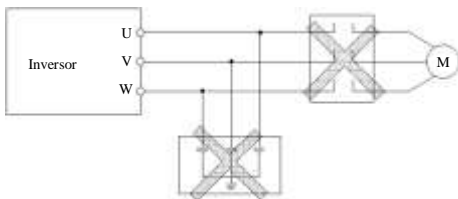

Fig.3-3 Chave eletromagnética e capacitores de filtragem banidos na saída.
-  (1) Assegure-se que a energia foi completamente desligada há pelos menos 10 minutos antes de conectar os cabos, caso contrário, há risco de choque elétrico.
- (2) Proibida à conexão da rede elétrica nos terminais de saída do inversor U, V, W.
- (3) Existe uma corrente de fuga proposital superior a 5mA nos inversores de média e alta potência por razões de segurança, o inversor e o motor devem ser aterrados cuidadosamente, normalmente utiliza-se cabos de cobre com secção igual ou superior a 4mm² e a Resistencia de aterramento deve ser menor que 10Ω.
- (4) Chaves eletromagnéticas, capacitores de filtragem ou outros filtros, não devem ser conectados a saída do Inversor, ver Fig.3-3.
- (6) Para proteção da entrada e facilitar a manutenção, é recomendado a instalação de um dispositivo de proteção ou relé.
- (7) Os cabos de conexão de relé e comando (X1 ~ X8 OC4 OC1 FWD, REV) Devem ser acima de 0.75mm² isolados, ou preferencialmente blindados, sendo uma extremidade ligada ao aterramento PE ou E e a outra não conectada. Distância inferior a 20m.